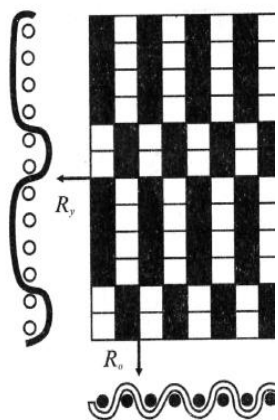
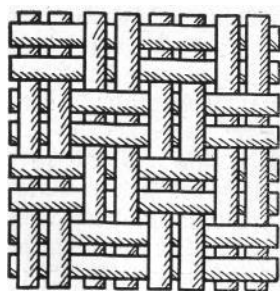

Рис. 24. Репс основной
Рис. 26. Рогожка
• от полотняного переплетения: репсовое (рис. 24, 25), рогожка (рис. 26);